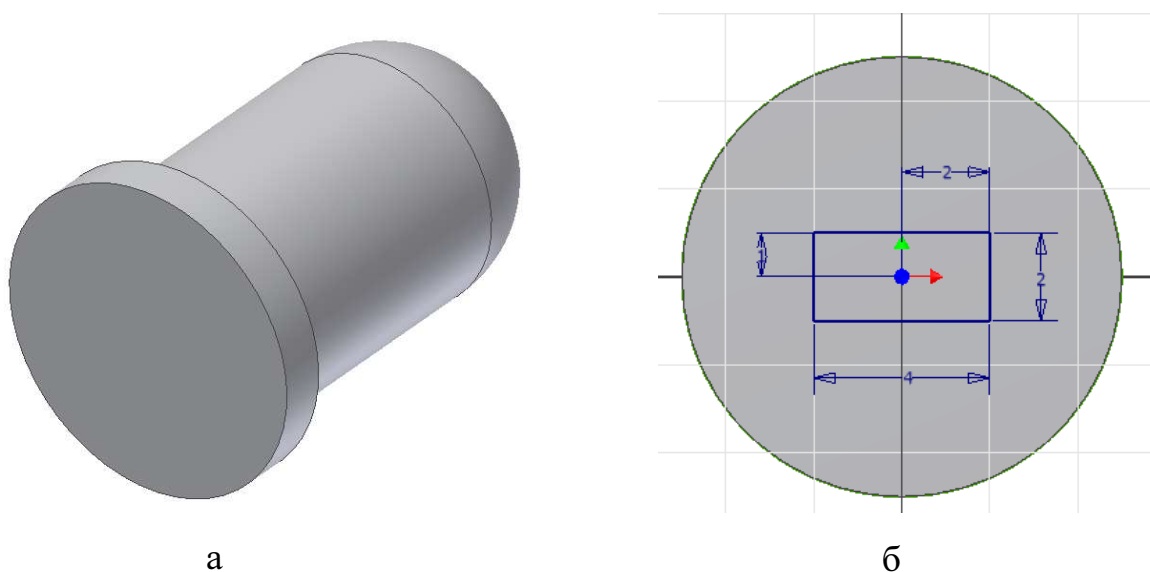

Рис. 39
**Создайте новый эскиз** на нижней поверхности кнопки (рис. 39 б ). Для удобства установите плоскость эскиза параллельно экрану с помощью команды **Вид на объект**  - для этого **выделите любую линию, принадлежащую плоскости эскиза.** Нарисуйте на новой рабочей плоскости **прямоугольник** с размерами, приведенными на рисунке 39 б, **выровняйте стороны прямоугольника относительно центра окружности.**